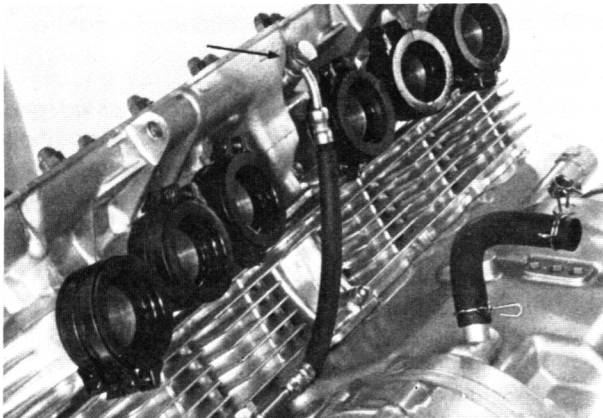

Bild 36
- Ölschlauchschraube entfernen (Bild 36).